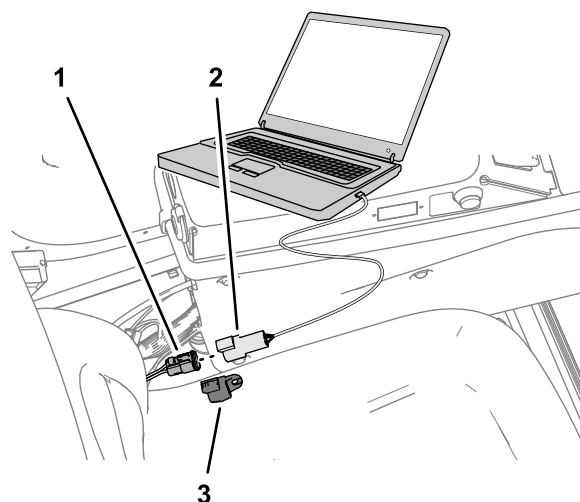

Figura 155
7. Retire el conector del cable de interfaz USB/CAN del conector del arnés de cables del kit, e instale el tapón en el conector del arnés de cables (Figura 155).